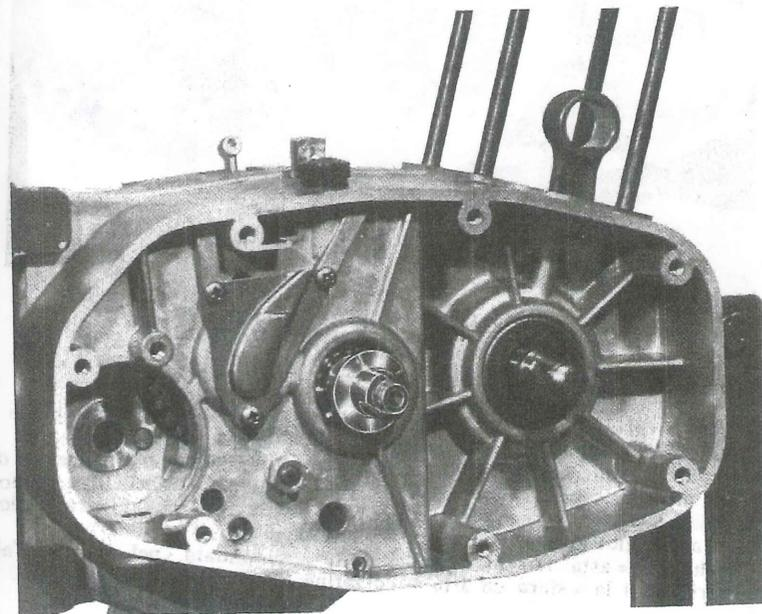

Fig. 36 - Semicarters uniti
- Sovrapporre il semicarter lato volano e premere in modo livellato, per favorire l'operazione di chiusura. Ad unione avvenuta dei due semicarters, accertarsi che gli alberi del cambio ruotino liberamente e che la guarnizione non abbia subito spostamenti (Fig. 36).
Nel montare l'ingranaggio frizione, accertarsi di porre la rondella di rasamento dietro ad esso, generalmente di spessore 0,6 mm., per avere un giusto allineamento dell'ingranaggio col « pignone motore » (fig. 36).